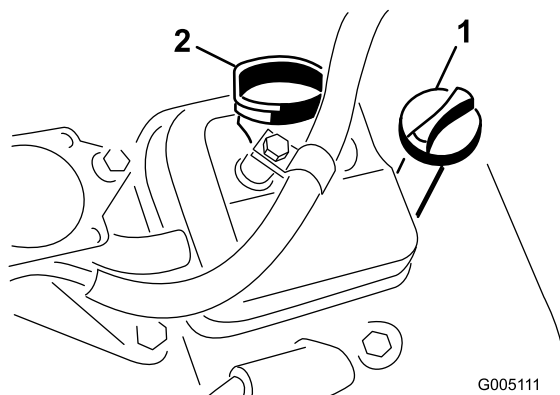

Figura 24
2. Estraete l'asta di livello e asciugatela con un panno pulito. Inserite l'asta di livello nel tubo, assicurandovi che sia inserita fino in fondo (Figura 24).